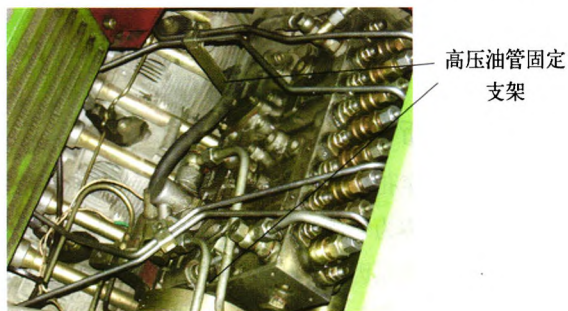

图4 安装有固定支架的高压油管
(1) 装配应力 高压油管管型存在误差, 如果强行安装, 应力过大会造成高压油管两端因应力集中而断裂。有些装配或维修人员在安装高压油管时, 先将高压油管两端锁紧螺母拧紧了, 再将高压油管固定管夹强行安装 (实际装配时应在高压油管两端螺母未拧紧前, 就将管夹安装到恰当位置, 再调整高压油管的合适位置, 然后固定管夹)。这样一来, 会给高压油管额外加应力, 造成高压油管两端头部因应力集中而断裂。
(2) 油管与机体未固定 对于有些较长的高压油管, 受发动机振动影响, 必须为其增加固定措施 (见图4), 否则在发动机振动及高压燃油的高频脉冲作用